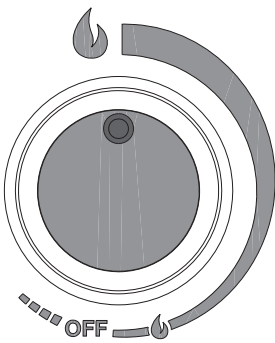
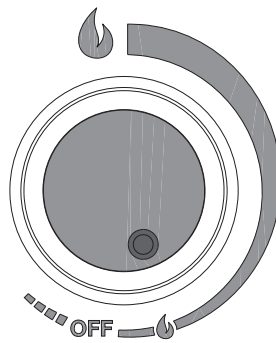

fig. 8A
fig. 8B
- Para encender el calentador de agua hacia la izquierda gire a la posición el selector "A" en el símbolo "☹" (fig. 8B). Con el selector "A" en esta posición el calentador de agua se enciende con la llama a la baja, continuando con la rotación la llama aumenta hasta que alcanza el máximo en correspondencia con el símbolo "☺" (fig. 8A).
El equipo cuenta con un dispositivo denominado economizador de gas, que da la posibilidad de seleccionar, a su gusto, la temperatura del agua caliente suministrándola a la temperatura más cercana a la de uso, realizando al mismo tiempo un interesante ahorro de gas. El dispositivo economizador se conecta girando el botón "A" hasta alcanzar la posición "☹" (fig. 8B). La incorporación del economizador permite limitar la máxima potencia térmica cuando las exigencias de temperatura son reducidas (bajo salto térmico o bajo consumo de agua como por ejemplo durante el periodo estival).